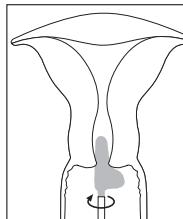

Fig. 2
4. Hold podepinden i denne position, drej podepinden 3 gange mod uret og 3 gange med uret, sør for, at den lange del af "L'et" er i kontakt med livmoderhalskanalen, og at den korte del af "L'et" drejes rundt om ectocervix. Se fig. 2